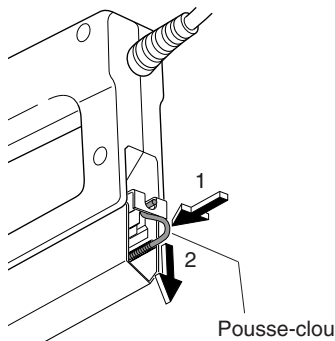
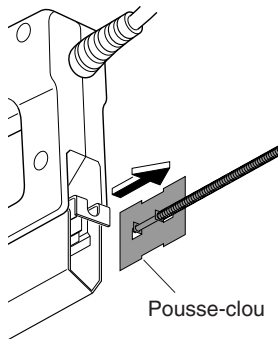

Figure 2
Figure 3
3. Retirer le pousse-clou du magasin à clous. Accéder à cette pièce à l'arrière du magasin. Enfoncer le pousse-clou et l'abaisser pour le dégager (voir la figure 2). Tirer dessus pour le sortir du magasin (voir la figure 3).